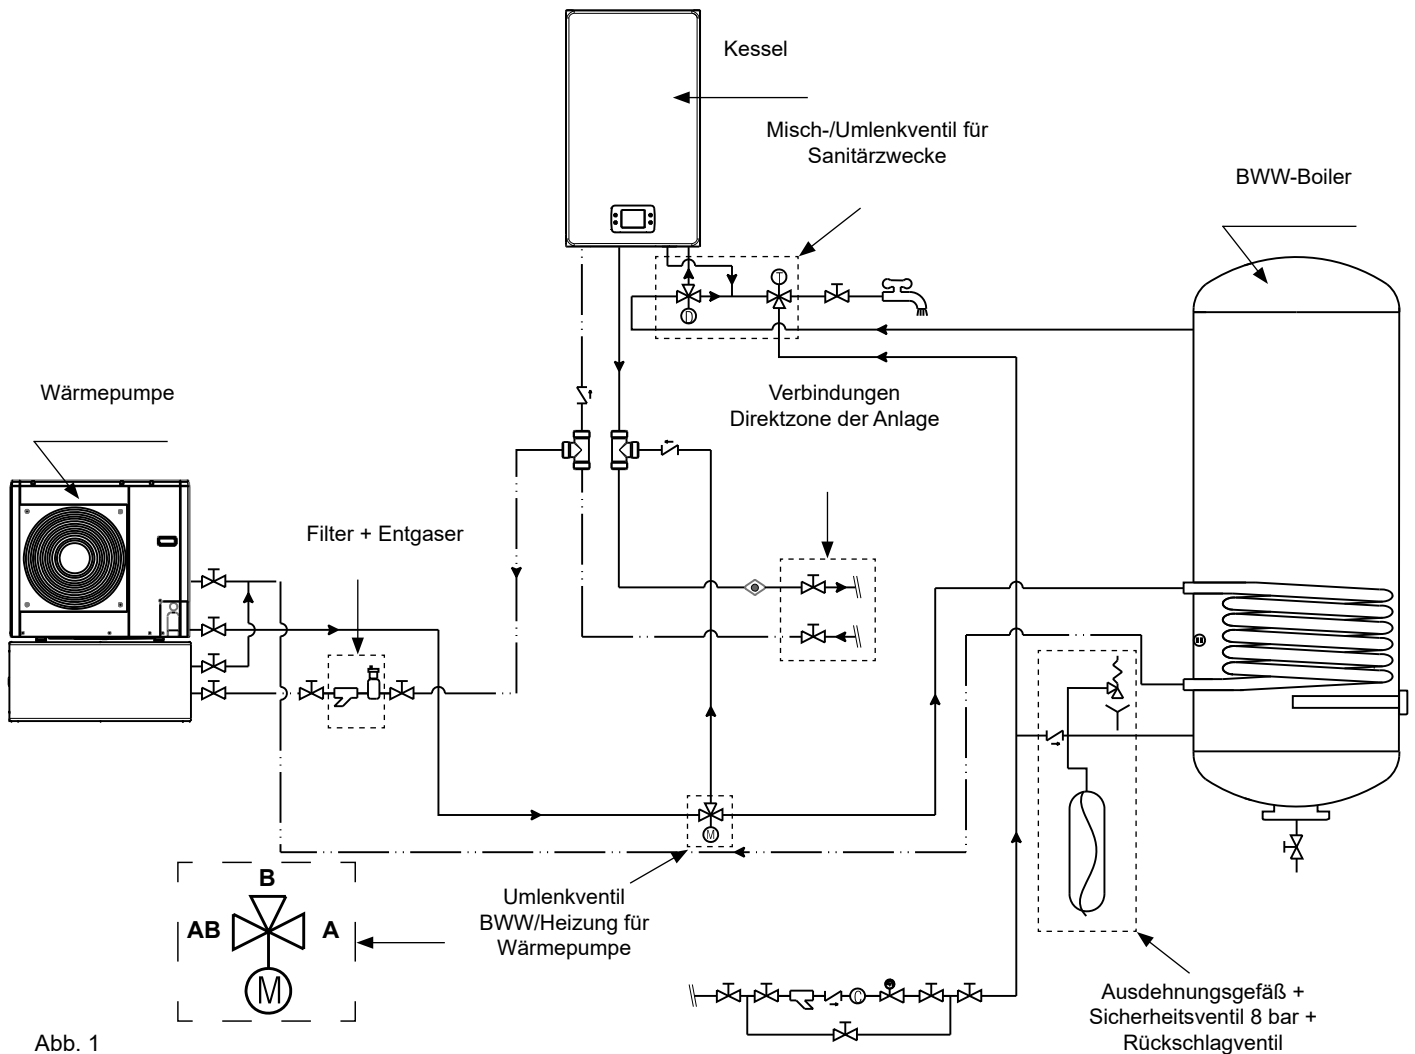

Abb. 1
- Das Umlenkventil wie im Hydraulikplan (Abb. 1) angegeben positionieren.